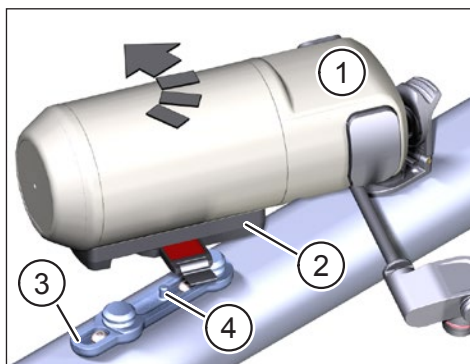

Fig. 4: Utilizar el Range Extender
- ▶ Coloque el Range Extender (Pos. 1 en Fig. 4) con el FIDLOCK® Force Connector (Pos. 2 in Fig. 4) en diagonal sobre la FIDLOCK® Bike Base (Pos. 3 en Fig. 4). La clavija (Pos. 4 en Fig. 4) de la FIDLOCK® Bike Base debe deslizarse en el receptáculo correspondiente en el FIDLOCK® Force Connector cuando está conectado. Los imanes le ayudarán a posicionarse y el Range Extender debería bloquearse automáticamente en su lugar con un clic audible.